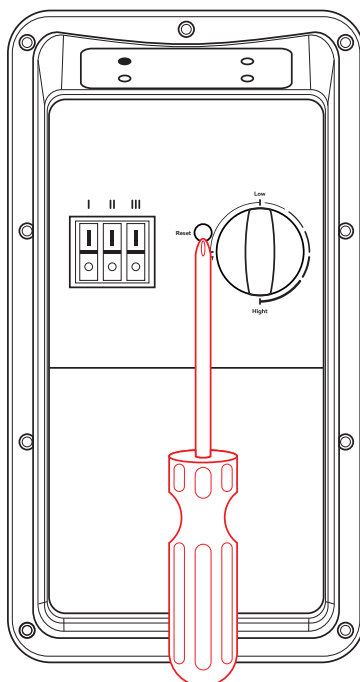

Рис. 3
При повышении температуры воды выше значения $+90^{\circ}\text{C}$ срабатывает термовыключатель, экстренного отключения ТЭНа. Для возврата прибора в рабочее состояние необходимо нажать до щелчка кнопку термовыключателя (Рис. 3).
Рестарт ограничителя температуры: после срабатывания защиты от перегрева сначала выключите питание, затем сдвиньте сдвижную крышку блока управления вверх, вставьте отвертку (диаметр головки > 6 мм) в отверстие RESET, как показано на Рис. 3, нажмите до щелчка для возврата пружины термоограничителя.
5. Водонагреватель оснащен термовыключателем, который прекратит подачу электроэнергии к ТЭНу, при перегреве воды. Если водонагреватель включен в сеть, но не происходит нагрев воды и не горит индикатор клавиши, значит отключился или не был включен термовыключатель. Для возврата водонагревателя в рабочее состояние необходимо: отключить питание от электроводонагревателя и в отверстие RESET, как показано на Рис. 3., нажмите до щелчка для возврата пружины термоограничителя.